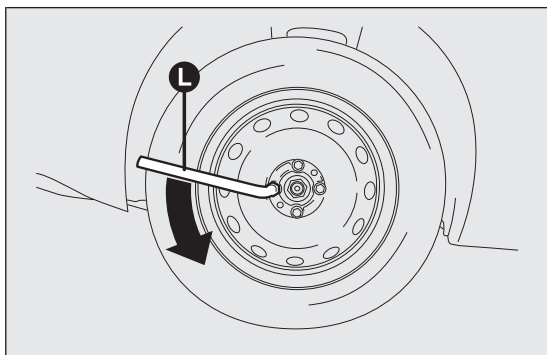

fig. 126
- ☐ desserrer d'environ un tour les boulons de fixation en utilisant la clé fournie L fig. 126 ; pour les voitures dotées de jantes en alliage, secouer la voiture pour faciliter le détachement de la jante du moyeu de roue ;